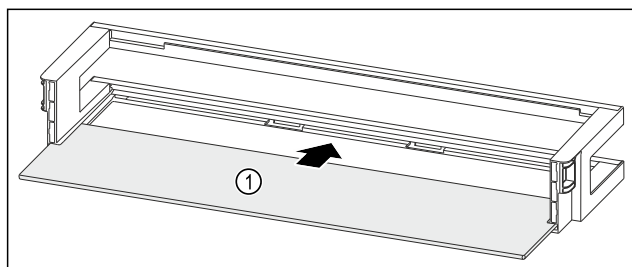

Fig. 148 Balconnet de contre-porte avec tablette de rangement
- Insérer la tablette de rangement Fig. 148 (1) dans les évidements latéraux.